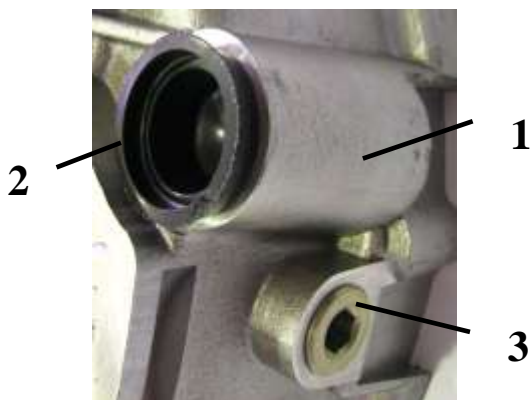

Рисунок 46. Пробки на картере маховика:
5. Вынуть пробку 2, расположенную на торце картера маховика 1 (рисунок 46) с левой стороны двигателя под компрессором пневмотормозов.